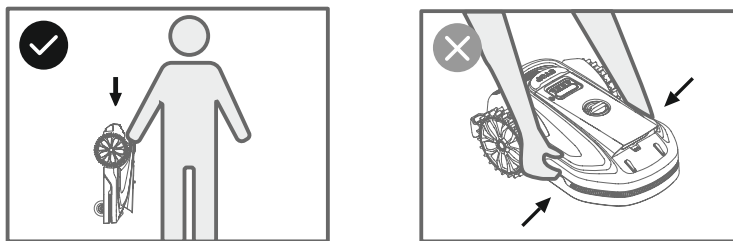

Рис. 32
**Как правильно перемещать или поднимать газонокосилку (рис. 32).**